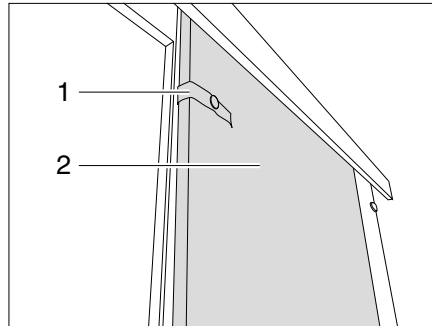

Fig. 76 Porte coulissante
- Détacher la bande de sécurité (Fig. 76,1).
- Tirer la porte coulissante (Fig. 76,2) en position de fermeture.
- Amener la porte coulissante (Fig. 76,2) dans la position d'ouverture.
- Fixer la porte coulissante avec la bande de sécurité (Fig. 76,1).